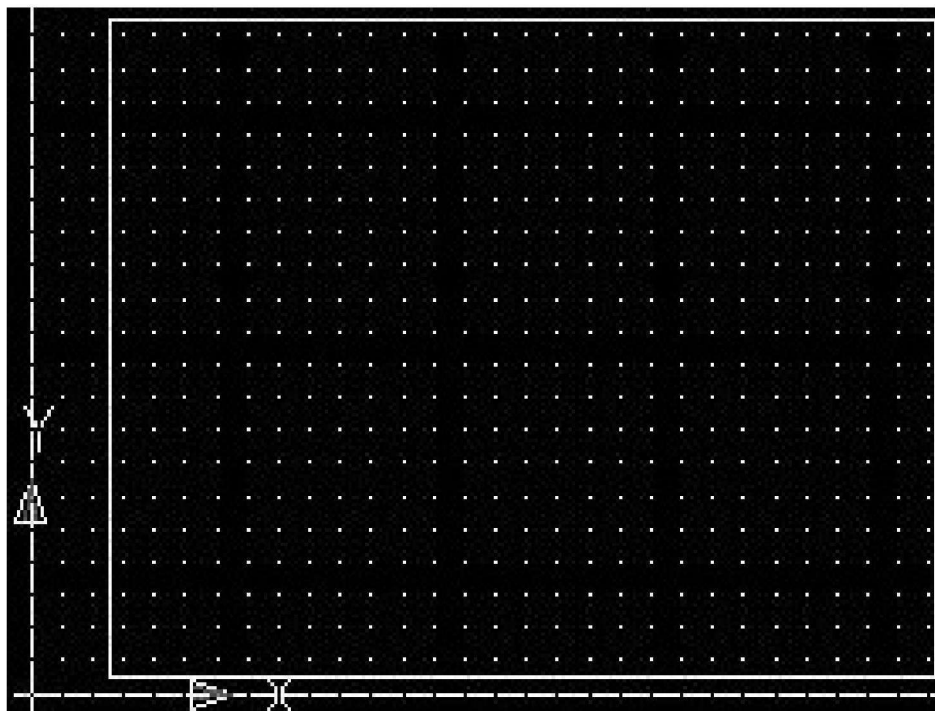

图 1-11
② 将设置好的 A4 绘图区,用栅格显示。激活状态栏的【栅格】即可显示栅格(如图 1-11所示)。